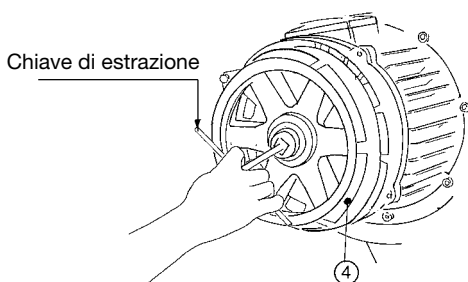

Fig. 18
Smontaggio e montaggio: verificare che non ci sia un carico applicato, svitare le viti pos. 1 (Fig. 16), togliere la campana freno pos. 2 (Fig. 16) e togliere la ghiera di regolazione pos. 3 (Fig. 16) freno con l'apposita chiave (Fig. 17). Con l'ausilio di un estrattore togliere la ventola freno pos. 4 (Fig. 18). Montare la nuova ventola spingendola in avanti con l'ausilio di mazzuola di piombo, rimontare la campana freno pos. 2 (Fig. 16) e le viti pos. 1 (Fig. 16), quindi procedere alla regolazione come indicato nel capitolo "regolazione ventola freno" a pag. 53.